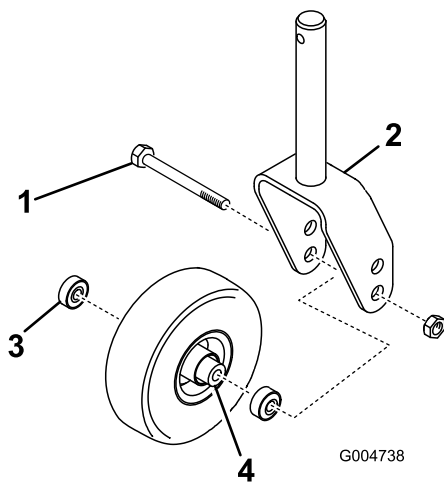

Bild 129
- Entfernen Sie die Sicherungsmutter von der Schraube, mit der das Laufrad zwischen der Laufradgabel oder am Laufradgelenkarm (Bild 129) befestigt ist.
2. Halten Sie das Laufrad fest und schieben die Schraube aus der Gabel oder vom Gelenkarm ab (Bild 129).
3. Entfernen Sie das Lager aus der Radnabe und lassen das Lagerdistanzstück herausfallen (Bild 129).
4. Entfernen Sie das Lager aus der gegenüberliegenden Seite der Radnabe (Bild 129).